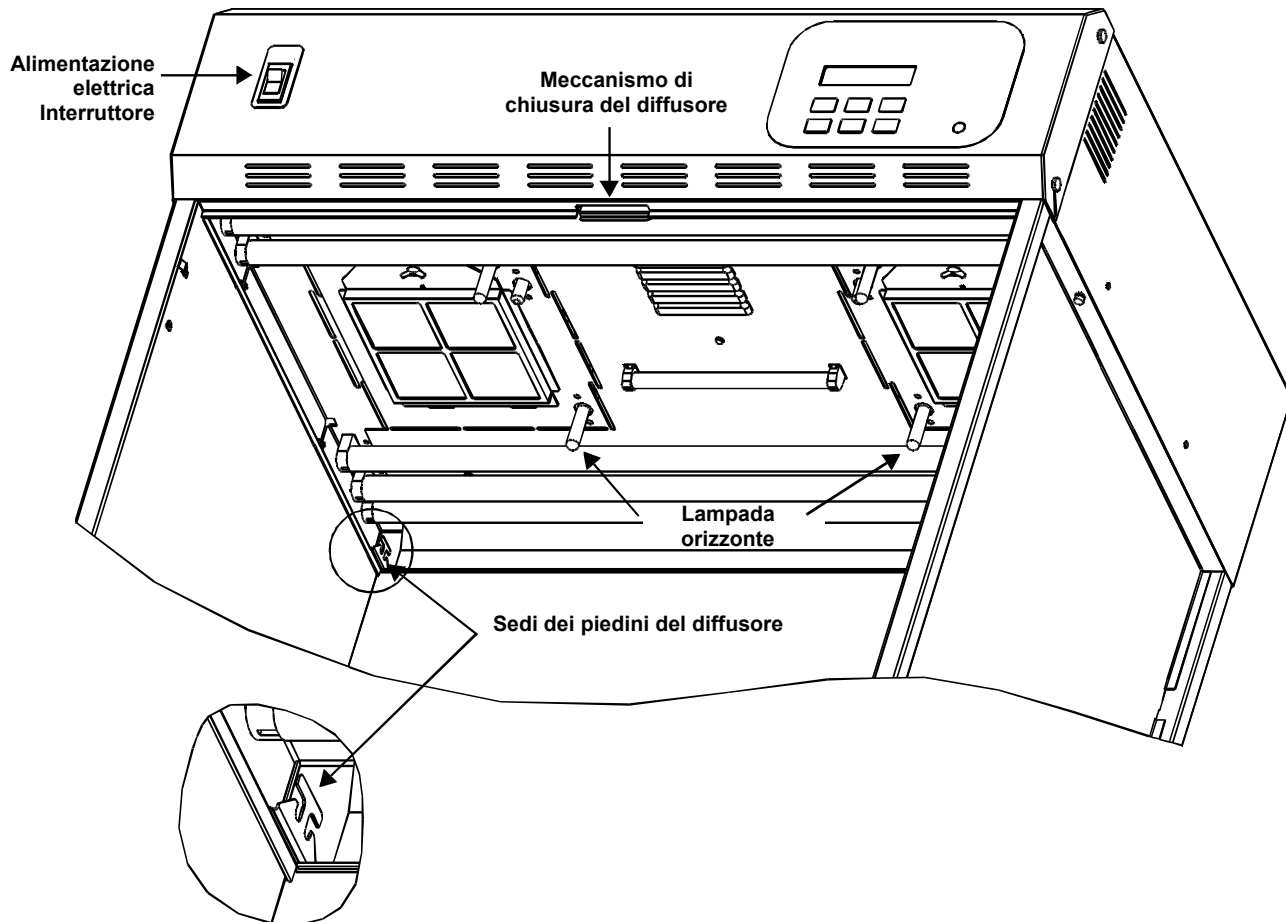

Figura 8. Apparecchio illuminante con diffusore
- Inserire i piedini del diffusore nelle relative sedi in corrispondenza degli angoli posteriori inferiori del corpo dell'apparecchio illuminante. Il lato liscio del diffusore deve essere rivolto verso l'interno, mentre il lato lavorato deve essere rivolto all'esterno, verso la parte interna della cabina. Vedere la Figura 8.